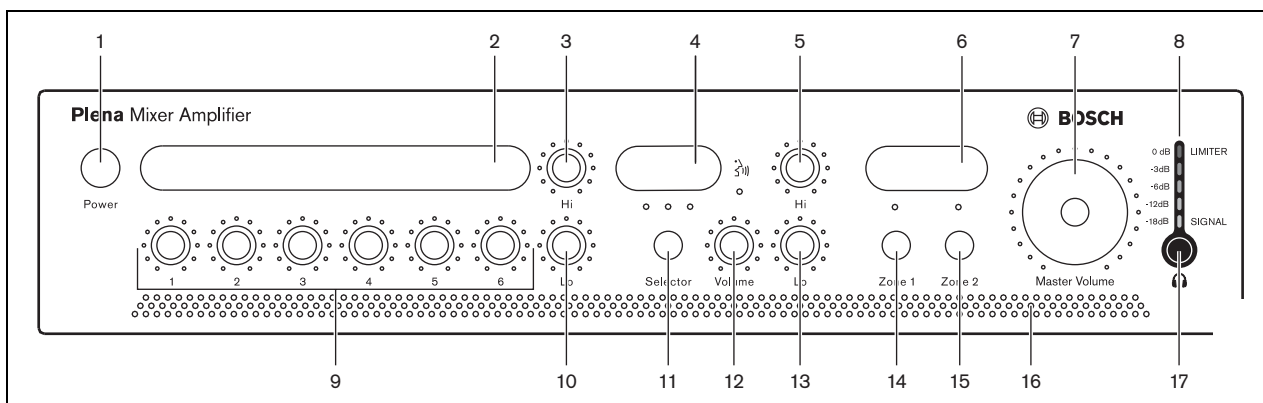

Abbildung 5.2: Frontplatte
- 2 Schalten Sie die Einschalttaste (1) vorne am Gerät auf "ON" (AN) - hineingedrückte Stellung (siehe Abbildung 5.2).
Schalten Sie die Einschalttaste (1) vorne am Gerät auf "OFF" (AUS) - nicht hineingedrückte Stellung (siehe Abbildung 5.2).
Benutzer können kundenspezifische Schilder herstellen für: Mikrofon/Line-Eingänge, Beschreibung der Musikquellen und Audioausgangszonen 1 und 2. Diese Schilder können am Mischverstärker an den Positionen Nr. 2, 4 und 6 angebracht werden (siehe Abbildung 5.2). Auch können farbige Stifte in verschiedenen Stellen um die Regler herum eingesetzt werden, um die bevorzugten Einstellungen für einen bestimmten Einsatz anzuzeigen.
Verwenden Sie die Hi (Höhen-) und Lo (Tiefen-) Klangregler (siehe Abbildung 5.2, Nr. 3 und 10), um den Klang der Mikrofon-/Line-Eingänge 1 bis 6 gemeinsam zu ändern.
Verwenden Sie die Hi (Höhen-) und Lo (Tiefen-) Klangregler (siehe Abbildung 5.2, Nr. 5 und 13), um den Klang der gewählten Musikquelle zu ändern.